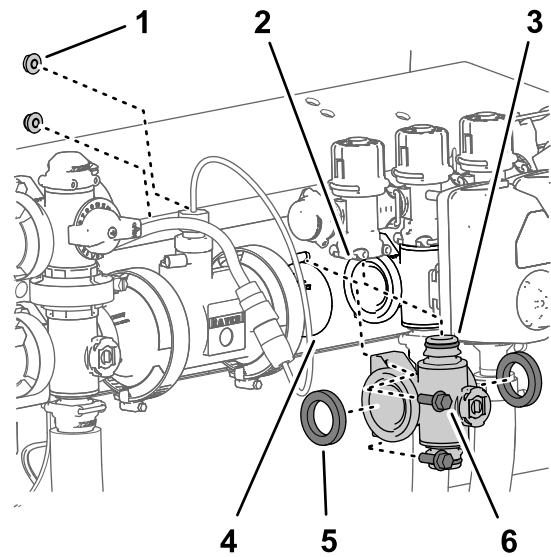
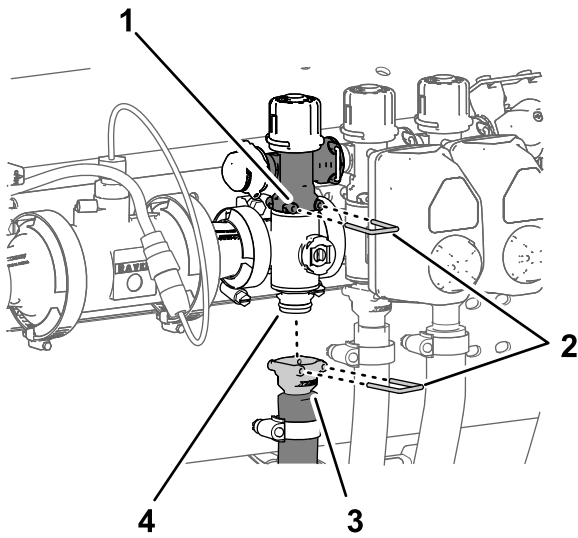

Bild 117
Bild 118
1. Fluchten Sie die zwei Dichtungen, die Sie in Entfernen des Abschnittverteiler-ventils \(Seite 86\) entfernt haben, mit den Flanschen des Abschnittventilverteilers aus (Bild 117).
2. Fluchten Sie den Flansch des Abschnittventilverteilers zwischen den Flanschen der anderen Abschnittventile und/oder dem Kupplungsadapter aus (Bild 117).
3. Befestigen Sie das Schnellkupplungsanschlussstück des Abschnittventilverteilers mit einem Schnellkupplungsstift am Schnellkupplungsunterteil des Abschnittsicherheitsventils (Bild 117 und Bild 118).
Entfernen des Abschnittverteilerventils \(Seite 86\) entfernt haben, an der Ventilstütze (Bild 117).
8. Befestigen Sie die Schnellkupplung des Abschnittschlauchs mit dem Schnellkupplungsstift am Schnellkupplungsanschlussstück des Abschnittventilverteilers (Bild 118).